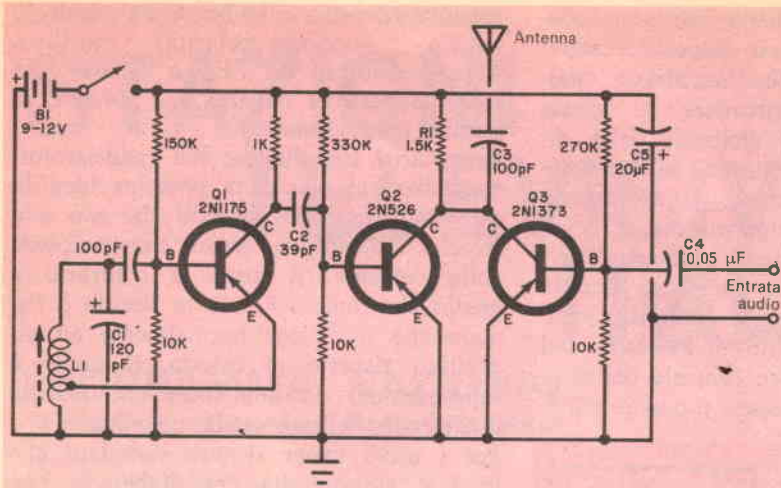

Fig. 3 - Questo insolito trasmettitore MA ha un circuito amplificatore separatore modulato che migliora la stabilità del sistema audio.
**Circuiti a transistori** La stragrande maggioranza dei circuiti trasmettitori casalinghi sono oscillatori modulati con uno o più stadi amplificatori audio e quasi tutti hanno prestazioni limitate, perché un oscillatore modulato non è stabile. Oltre che modulazione di ampiezza, può essere anche presente modulazione di frequenza e la frequenza del circuito può variare con più alti livelli di modulazione o per variazioni del carico d'antenna. Il circuito illustrato nella fig. 3, invece, ha tra l'antenna e l'oscillatore RF un separatore modulato, che assicura una maggiore stabilità generale. Il concetto base è simile a quello usato nel progetto dei trasmettitori commerciali.